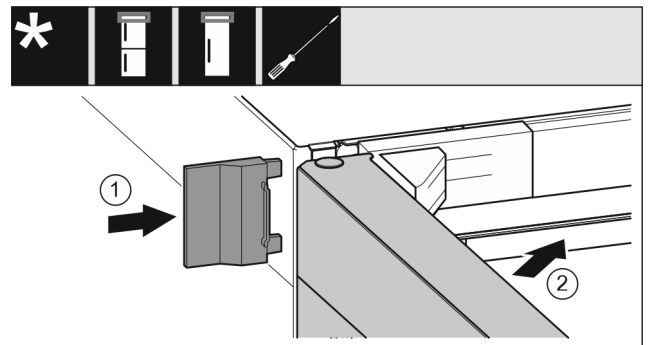

Fig. 19
- ▶ Desplace la cubierta exterior. Fig. 19 (1)
- ▶ Cierre la puerta superior. Fig. 19 (2)